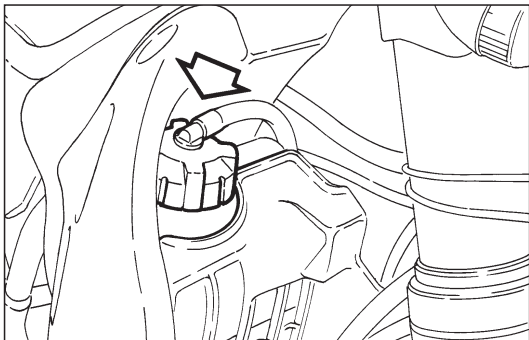

Fig. 27
- ◆ Quite el tapón de llenado (Fig. 27) del radiador.